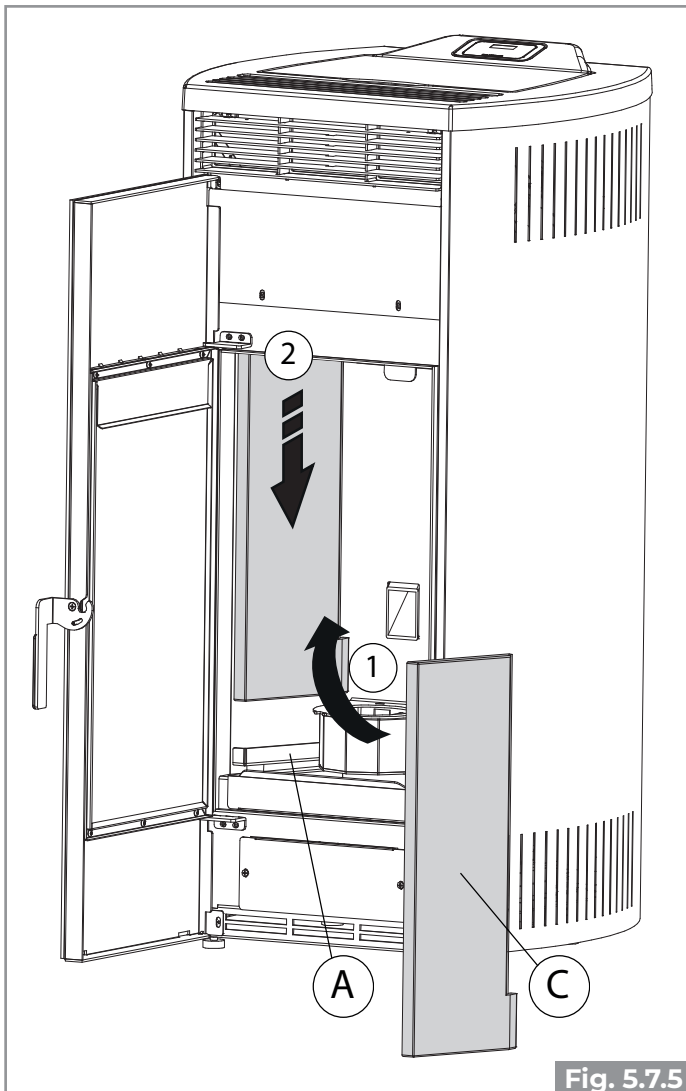
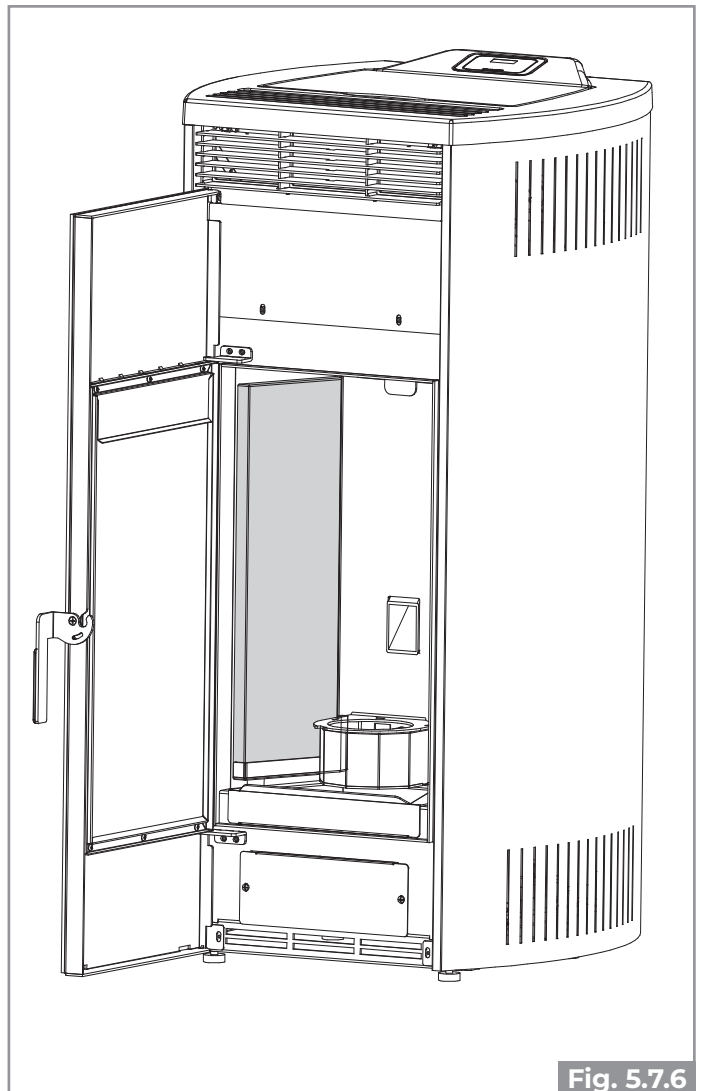

Fig. 5.7.5
Fig. 5.7.6
- Placer la paroi réfractaire de gauche C à l'intérieur de la chambre de combustion en insérant la partie inférieure de la paroi dans le logement présent sur le support A (Fig. 5.7.5 Fig. 5.7.6)